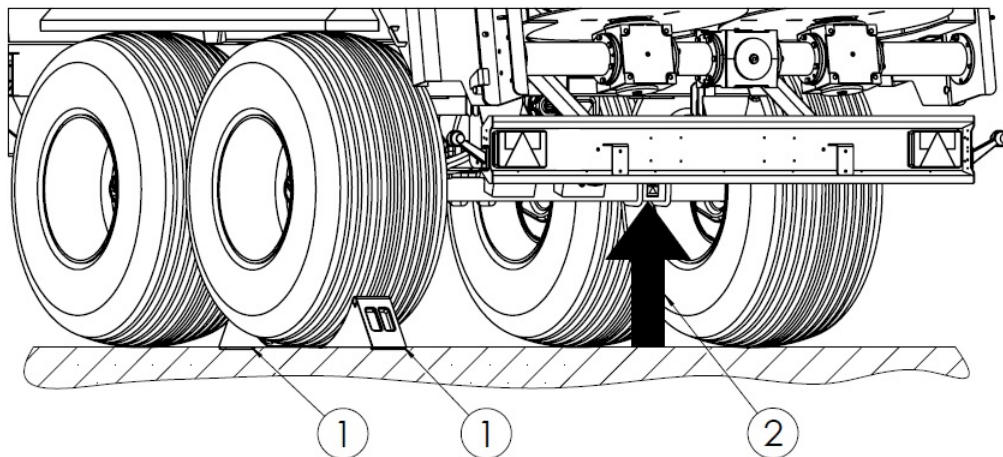

Рисунок 40-й Точки установки домкратов 1 - упоры, 2 - домкрат
Если необходимо демонтировать колесо, используйте точки установки домкрата (2) под ось. Место установки домкрата показано на рис. 40. Упоры (1) подкладывают только под одно колесо.